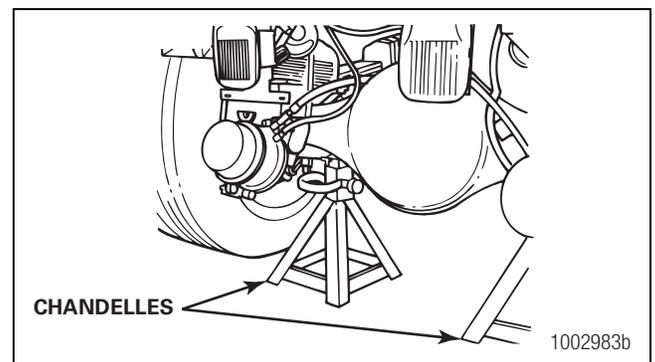

Figure 3.4
1. Stationner le véhicule sur une surface plane. Caler les roues pour immobiliser le véhicule. Figure 3.4.
2. Utiliser un cric ou autre dispositif de levage approprié pour soulever du sol les roues intéressées du véhicule. Supporter le véhicule à l'aide de chandelles. Figure 3.4.